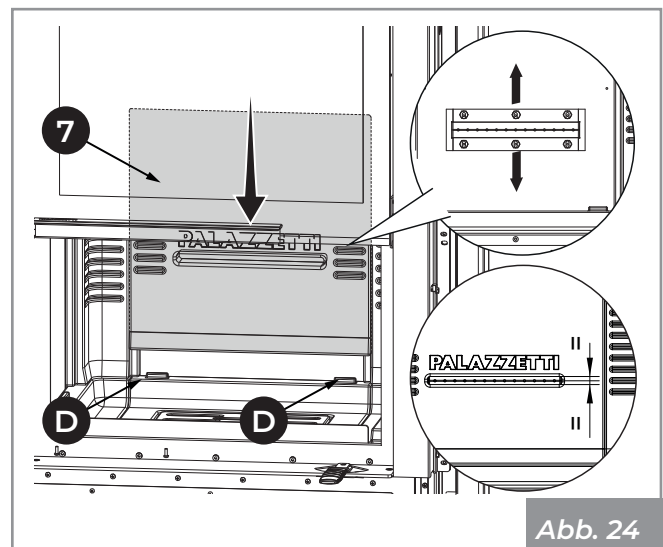

Abb. 24
- 8) Die Rückseite aus feuerfestem Material (7) auf die Ecomonoblock-Wand anlegen und vorsichtig in Position schieben, wobei sie mit dem Vorsprung (D), welcher in der Basis aus Schamotten (Abb. 24) vorhanden ist, zentriert sein muss.